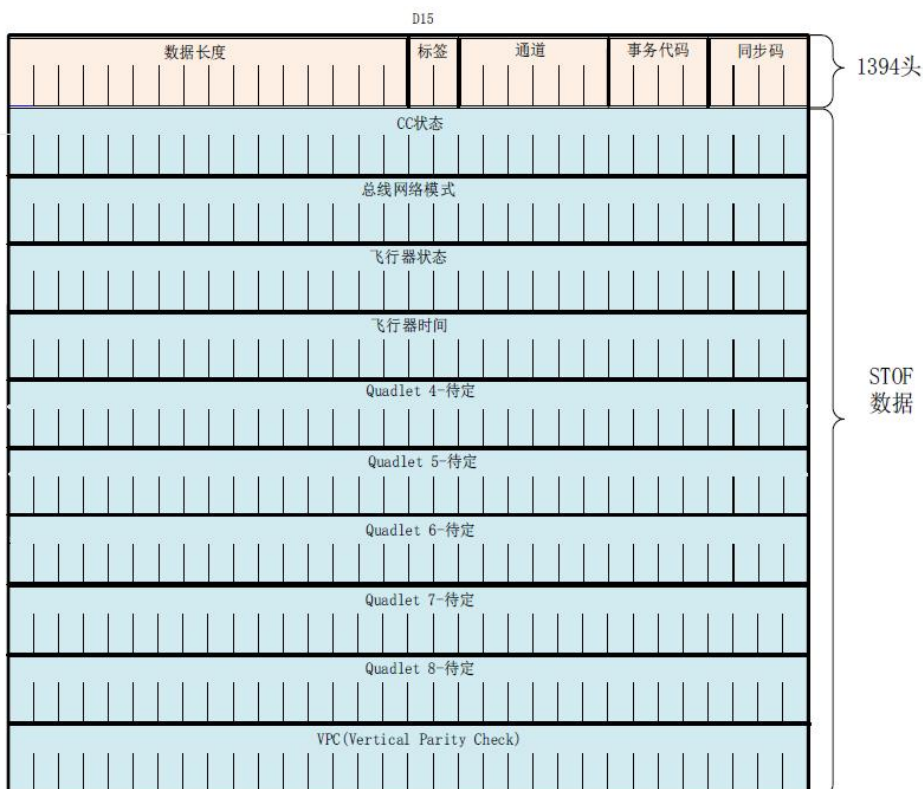

图 1 发送 STOF 数据缓冲区结构
- `pbuf`：待更新的 STOF 数据缓冲区地址，其格式如图 1 所示
功能说明：获取接收缓冲区中 STOF数据包 的偏移地址，STOF数据包的数据格式参见图 1 发送 STOF